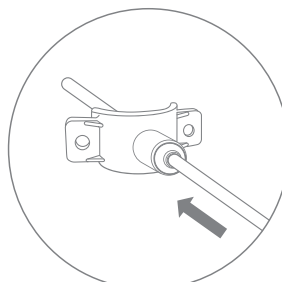

Рис. 30
- Вставьте трубку красного цвета (рис. 30) вторым концом через хомут в просверленное отверстие на 7...10 мм.